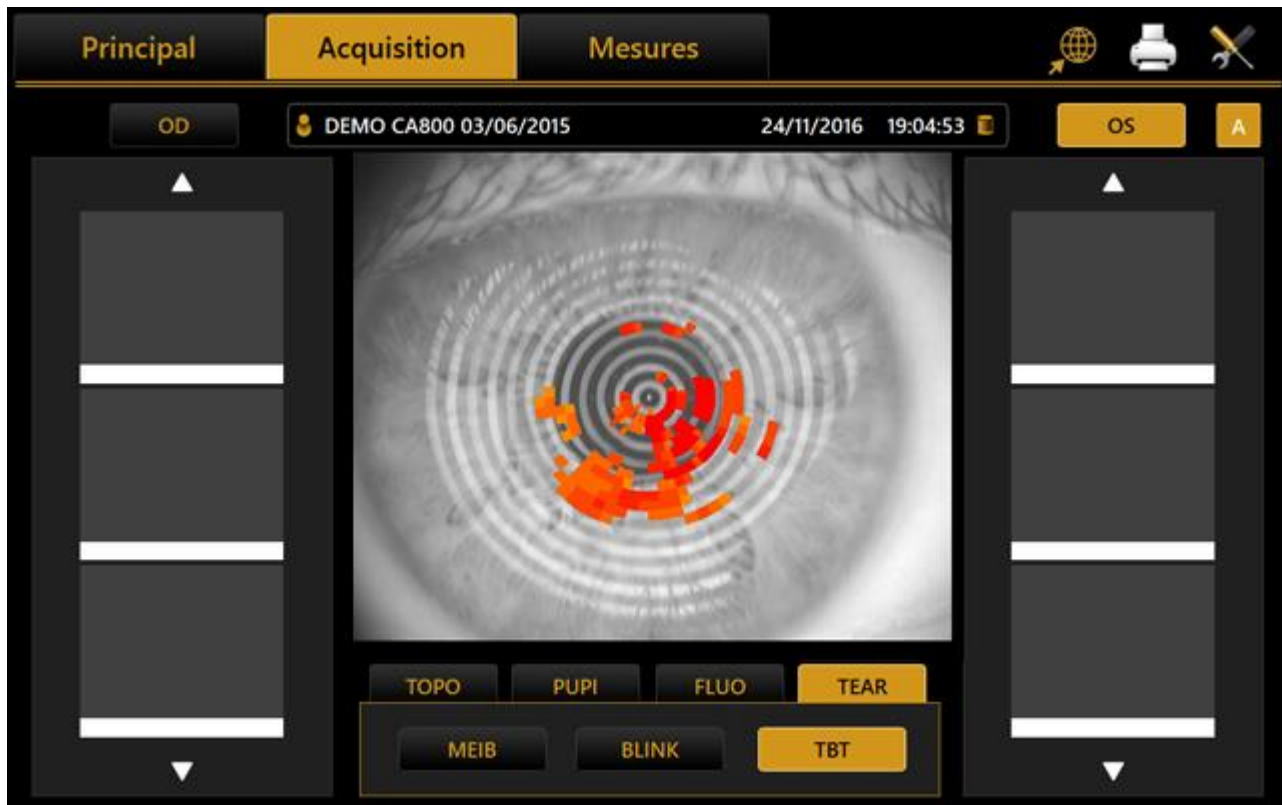

Fig. 40
9. Après, la carte de synthèse (coloration de temps sage) du secteur cassé est recouvert pendant 2 secondes pour l'image en direct (Fig. 40)